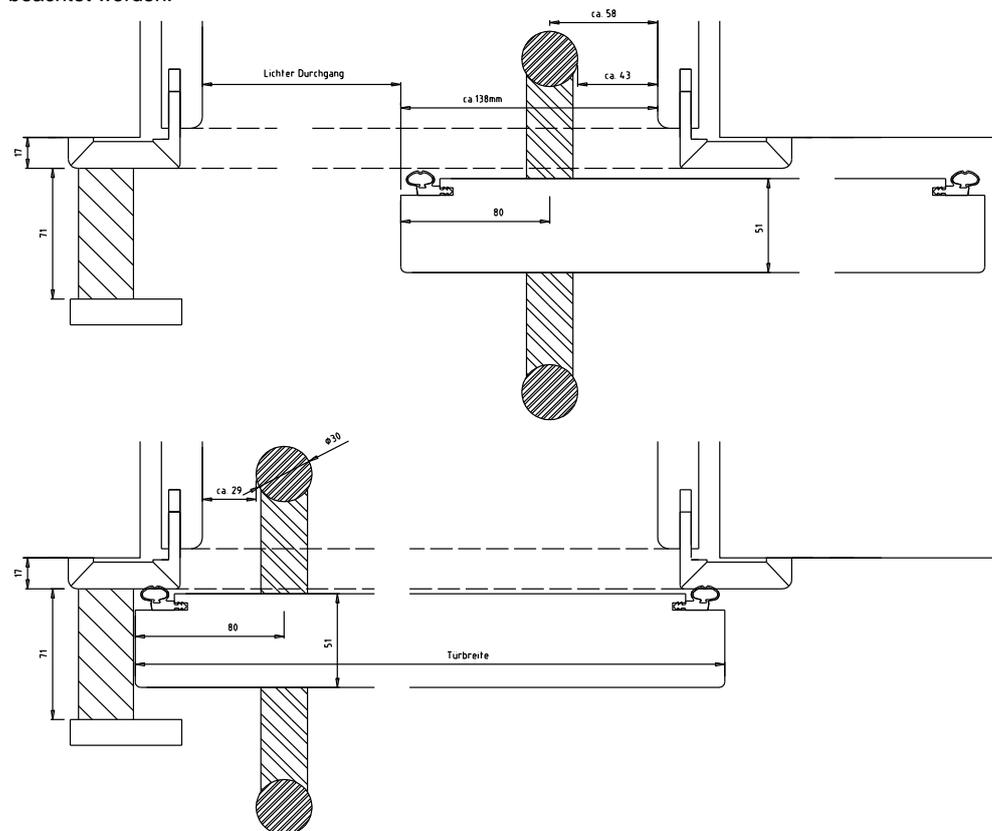

Abb.33: Darstellung Griffstange beidseitig.
Bei Verwendung von Griffstangen reduziert sich der lichte Durchgang um insgesamt ca. 138 mm (entgegen der Abbildung). Konkrete Darstellungen dazu sind auf Seite 10 (Abb.33).
Bei Griffstangenausführung können nun die lose mitgelieferten Griffstangen montiert werden. Werden die Bohrungen für die Griffstangen bauseits ausgeführt müssen die Hinweise zu Abb.33 beachtet werden.
Die Darstellung (Abb.33) stellt die Mindestmaßausführung der Bedienabstände dar. Der lichte Durchgang verringert sich hier um ca. 138 mm.
Das Wandprofil, sowie die Laufkämme werden werkseitig für ein 80 mm Griffstangen-Achsmaß welches zu 80 mm Dornschlösser paßt, sowie für das vorzeitige Stoppen der Tür vorgerichtet. Diese Laufschienensituation ergibt dann den **hinteren Bedienabstand** von ca. 43 mm (Abb.33 oben) Griffkante bis Futterbrett, sowie den **vorderen Bedienabstand** von ca. 29 mm (Abb.33 unten) Griffkante bis Futterbrett.
**Achtung: Wird ein größeres Maß zwischen Griffstange und Futterbrett benötigt muß dies bei der Bestellung angegeben werden. Der lichte Durchgang wird dadurch weniger. Bitte im Vorfeld bei der Planung berücksichtigen! Es wird dann die nächst größere Normelementbreite empfohlen.** Bei Bestellungen muß dann ein abweichendes Achsmaß der Griffstange und/oder evtl. der hintere Bedienabstand unbedingt angegeben werden, ansonsten liefern wir wie in Abb.33 dargestellt.